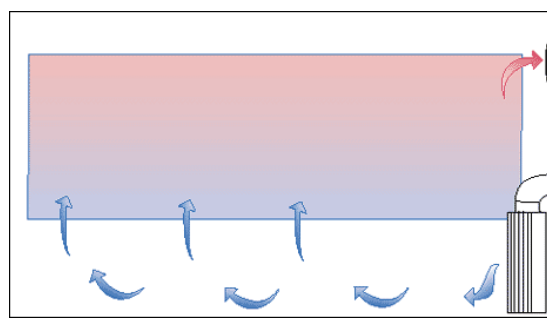

Рисунок 2. Схема вентиляции вытеснением.
- Вентиляция вытеснением (рис. 2).